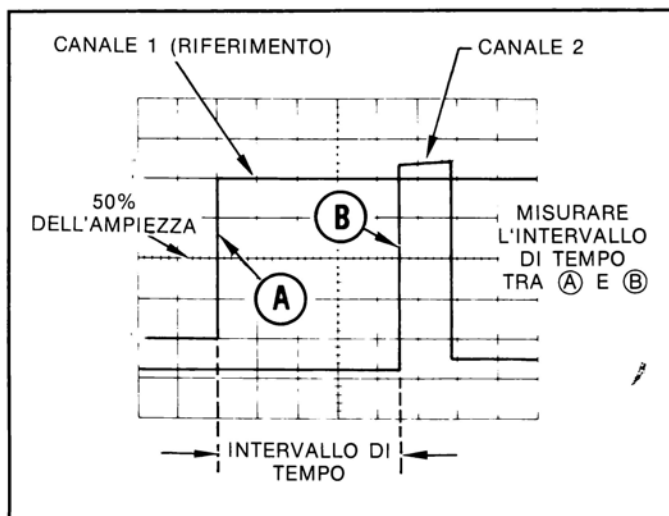

Figura 44
- Disporre il comando SEC/DIV (A SEC/DIV nel caso del modello TEK 2215), su di un passo di lavoro che provochi tre o più divisioni di separazione in orizzontale tra i punti di riferimento delle due tracce. Centrare verticalmente una delle tracce (si veda la figura 44).
ESEMPIO: Il comando di scansione risulti commutato su 50 μ sec., il comando di magnificazione sia estratto in fuori e la differenza in orizzontale fra i punti delle due forme d'onda sia di 4,5 divisioni come risulta in figura 44.